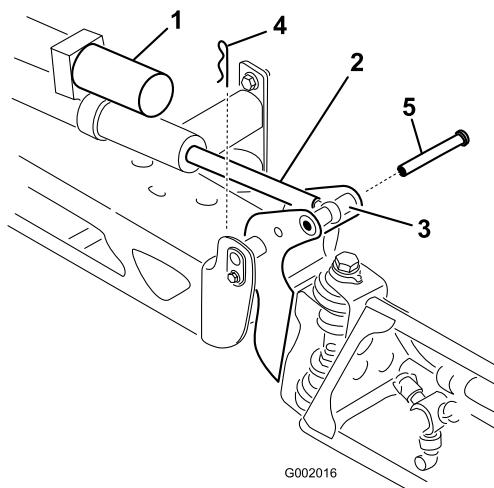

Figure 36
- Retirez la goupille fendue de l'axe de pivot (Figure 36).
3. Soulevez la rampe et déposez l'axe (Figure 36). Abaissez lentement la rampe jusqu'à la butée.
6. Élevez la rampe pour aligner le pivot sur la tige d'actionneur. Tout en maintenant la rampe, insérez l'axe dans le pivot de rampe et la tige d'actionneur (Figure 36).